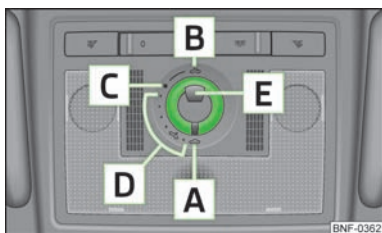

Fig. 19
Il tetto elettrico scorrevole panoramico/sollevabile (di seguito solo tetto scorrevole/sollevabile) può essere azionato con l'interruttore » fig. 19 solo ad accensione inserita. L'interruttore può essere innestato in più posizioni.
- Ruotare l'interruttore in posizione **C** » fig. 19.
- Ruotare l'interruttore in posizione **A** » fig. 19.